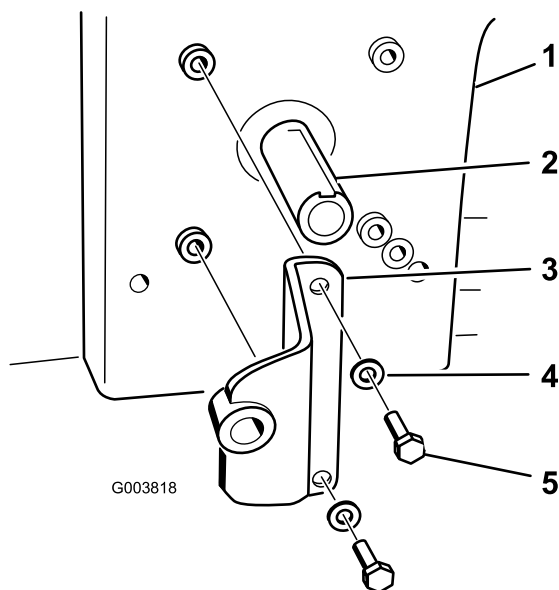

図 18
4. エンジンにポンプブラケットを取り付ける；ボルト2本（5/16 x 3/4 インチ）とワッシャ2枚（3/8 インチを使用する）。ポンプブラケットの正しい取り付け位置については 図 18 を参照のこと。